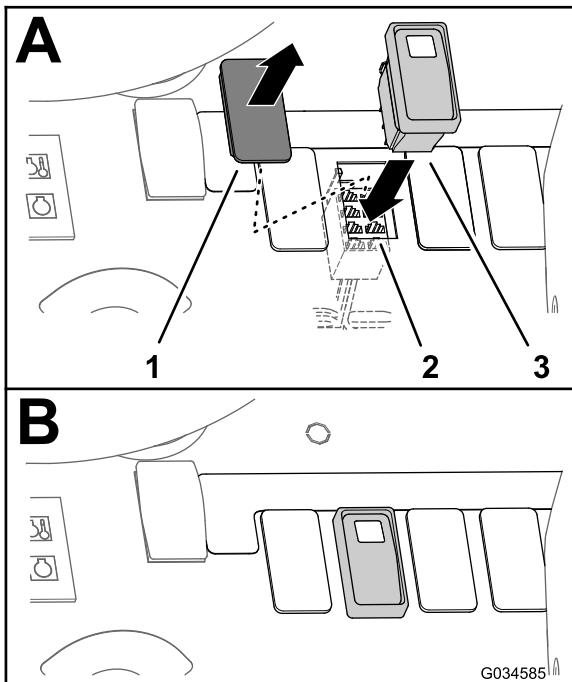
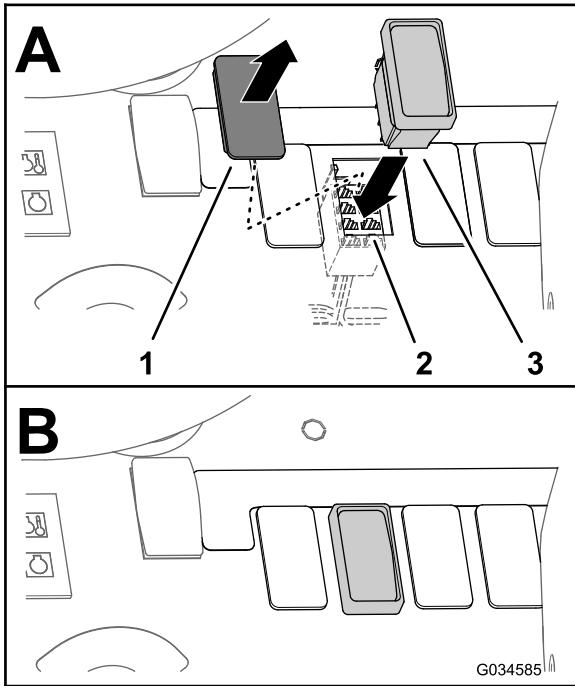

图29
图30
- 卸下仪表板上供冲洗水箱开关使用的栓塞 (图30 或图29)。
3. 正确布置 8 插槽接头，使其朝向仪表的开口（图 29 或图30）。
4. 将 3 位置开关通过仪表板接入 8 插槽接头（图29 或图30）。
5. 将 3 位置开关插入仪表板的开口，直至开关闩锁牢固卡入仪表（图29 和图30）。